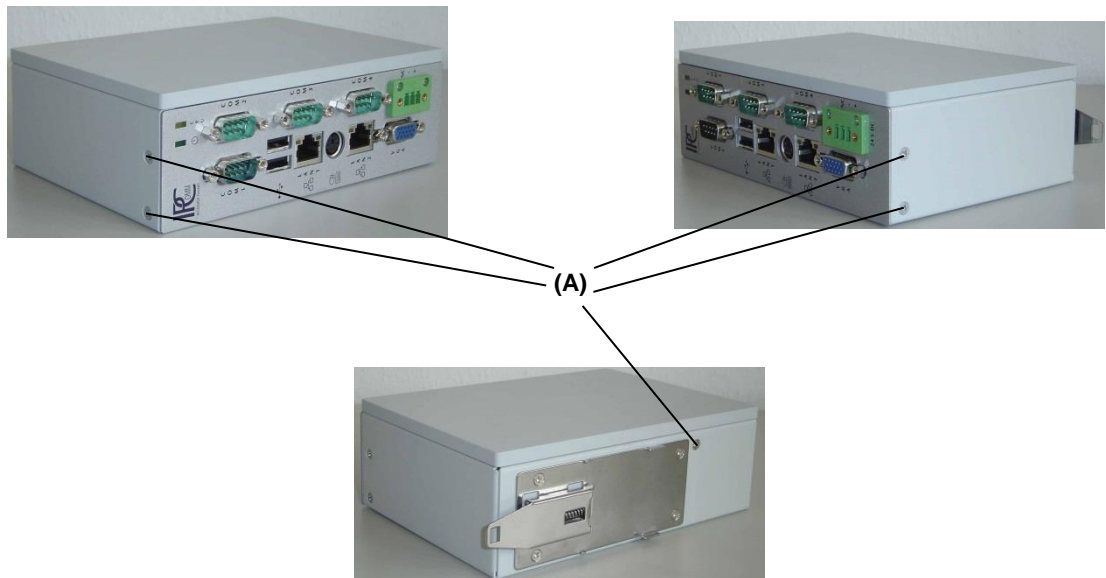
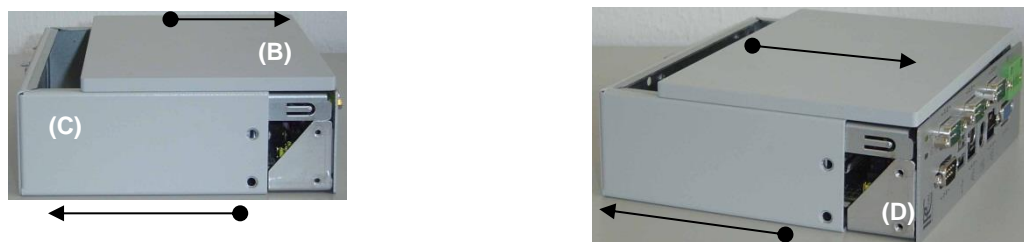
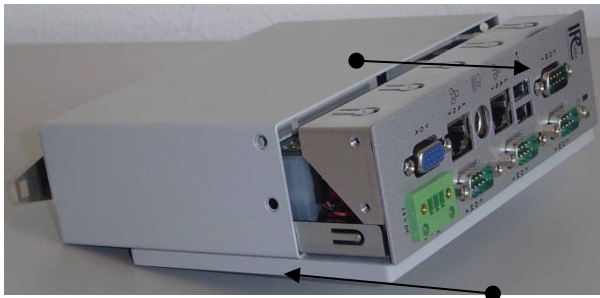

Abbildung 6: Lösen der Schrauben (A)
Abbildung 7: Demontage des Gehäusedeckels
Abbildung 9: Zusammenbau
5. Nach „Abbildung 6: Lösen der Schrauben (A)“ bzw. „Abbildung 7: Demontage des Gehäusedeckels“ kann nun die CompactFlash ausgetauscht werden. Die CompactFlash ist seitenrichtig in den CompactFlash-Halter einzusetzen (unterschiedliche seitliche Nutbreite beachten), bis diese über den Druckpunkt hinaus einrastet.
6. Die Einschubeinheit (Leiterplatteneinheit) mit dem Kühlkörper wird lagerichtig, zusammen mit der Frontplatte, in das Gehäuse eingeschoben. Die vorher gelösten Schrauben sind wieder einzusetzen und anzuziehen. (Abbildung 6: Lösen der Schrauben (A) und Abbildung 9: Zusammenbau)